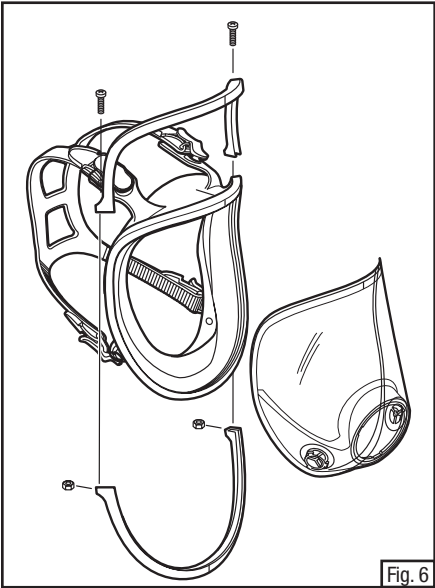

Fig. 6
- 2. Posicione a moldura inferior, alinhando a marca vertical central e pressione no lugar (Fig. 6).